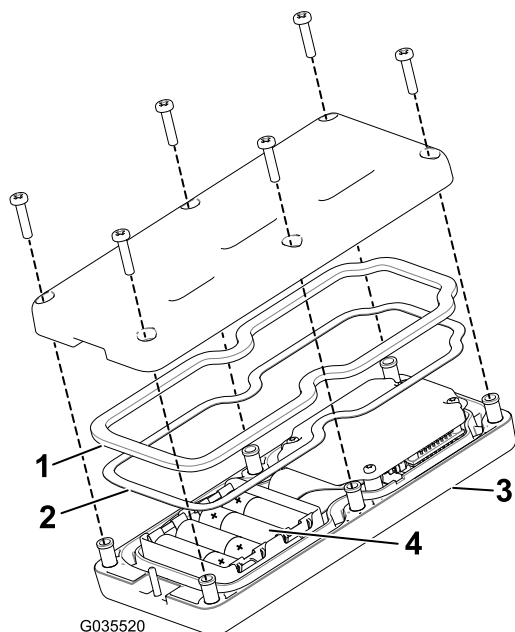

图26
3. 从遥控器后面卸下 6 个螺钉然后取下后盖 图26。
5. 将四节新电池逐一放入电池端子仓位注意按照正确的电池极性放置。如果放置不正确遥控器不会发生损坏但遥控器无法操作。电池端子仓位分别带有正负极标志 图26。
6. 如果您意外拆掉了橡胶密封件和钢垫片请小心将它们放回手持遥控器的槽内 图26。
7. 放回后盖并用先前卸下的 6 个螺丝固定 图26 上紧螺丝扭矩至 1.51.7N m。